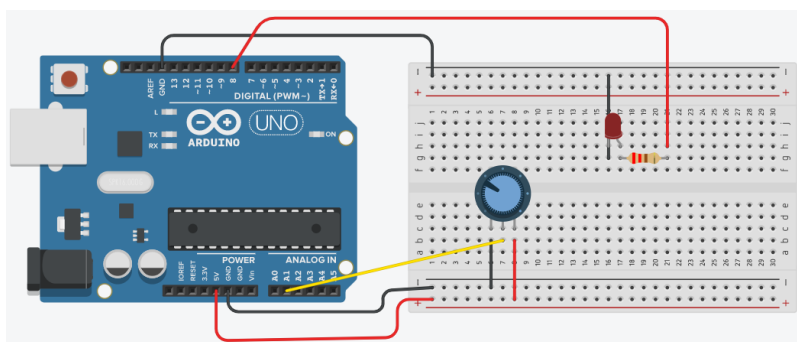

Figura 5.17: exemplo de circuito com Potenciômetro.
- O Potenciômetro tem três terminais, o terminal da direita é conectado na mesma coluna de furos que o fio vermelho, que está conectado na porta de 5V. O terminal do centro está conectado na mesma coluna de furos que o fio amarelo, e este conectado na porta analógica A1. O terminal da esquerda está conectado na mesma coluna de furos do fio preto, que está conectado no barramento (negativo) da matriz de contato, como mostra a Figura 5.17.